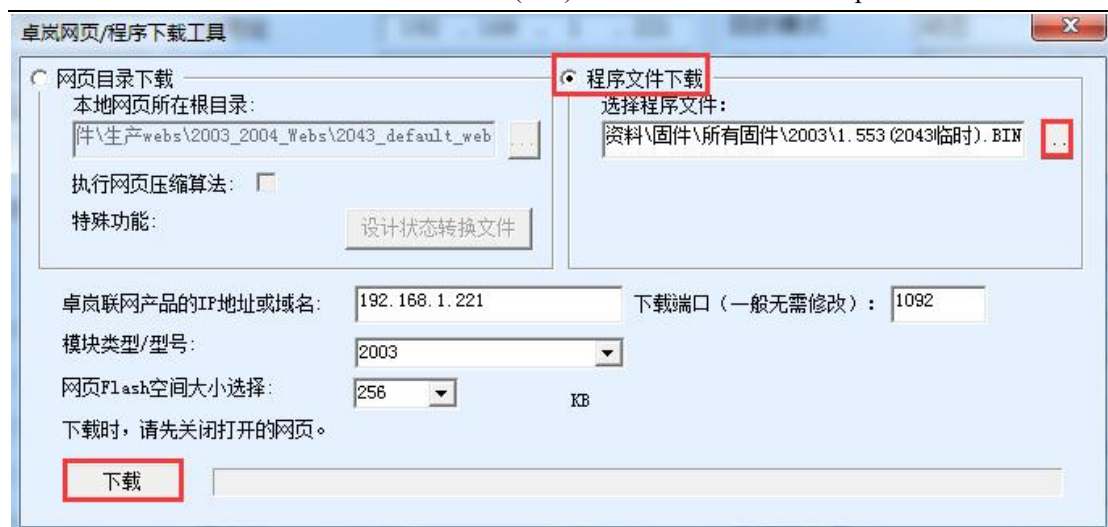

图 51 ZLSN2007 固件升级方法
- 3 如图 51 所示，选择“程序文件下载”单选项。在程序文件中，选择固件文件。串口服务器的 IP 地址部分已经自动填写好，无需再写入，模块类型/型号已经自动选择好。然后点击下载。